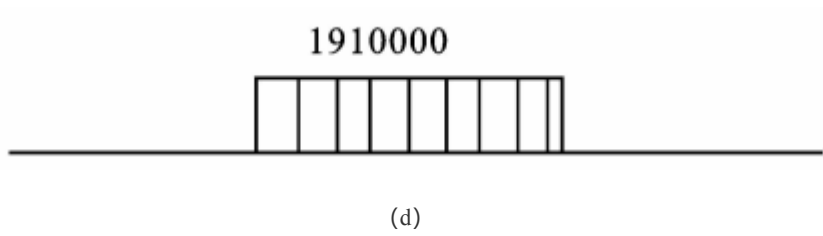

图14-2-6
(1) 做出轴II的受力简图, 如图14-2-6 (a) 所示。
绘制径向力作用平面内弯矩图如图14-2-6 (b) 所示。
绘制圆周力作用平面内弯矩图如图14-2-6 (c) 所示。
(4) 绘制扭矩图，如图14-2-6 (d) 所示， $T = 1910000 \text{ N} \cdot \text{mm}$ 。